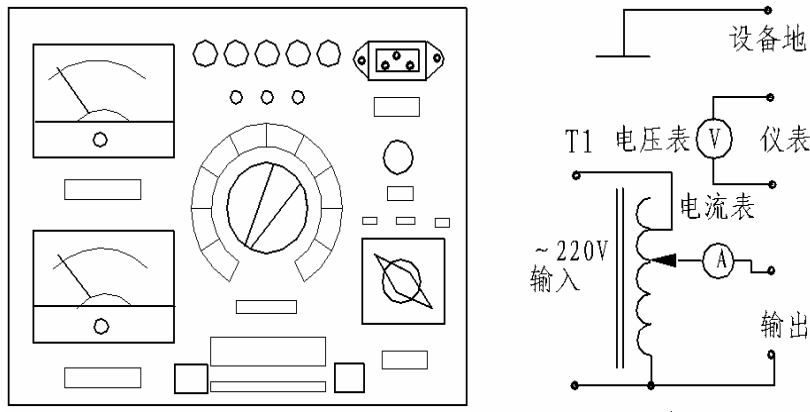

图 2.8 高压试验操作箱示意图
1、操作箱（选配仪器）：高压试验操作箱与高压 PT 配套,一般需要输出交流 0—50KV, 直流 0—70KV 电压、输出功率 1.5—5KW、具有过流保护功能并且能将过流保护功能关断, 其外形图和接线图如图 2.8 所示: